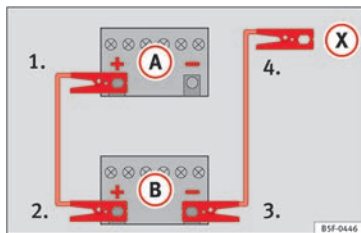

Fig. 77 Schema elettrico per i veicoli non dotati di sistema Start&Stop.
2. Collegare un'estremità del cavo di emergenza rosso al polo positivo (+) del veicolo con la batteria scarica (A) » fig. 77.
3. Collegare l'altra estremità del cavo di emergenza rosso al polo positivo (+) della batteria che fornisce la corrente (B).
4. Nei veicoli senza sistema Start/Stop: collegare un'estremità del cavo nero di emergenza al polo negativo (-) del veicolo che eroga la corrente (B) » fig. 77.
- Nei veicoli con sistema Start/Stop: collegare un'estremità del cavo nero di emergenza (X) a un terminale di massa idoneo, a un elemento metallico massiccio avvitato al